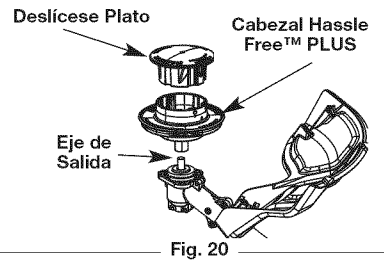

Fig. 20
3. Utilizando una llave de 13 mm (1/2 pulg.), hágala girar en sentido de las agujas del reloj para sacar la extensión y el cabezal de corte del eje de salida de la caja de engranajes. (Fig. 20)